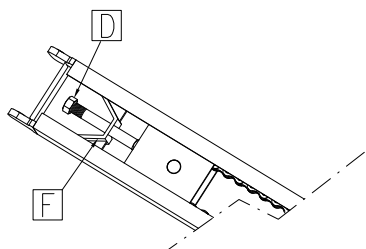

Fig. 2
- Allentare il dado D e sfilare supporto di rinvio F (fig.2).